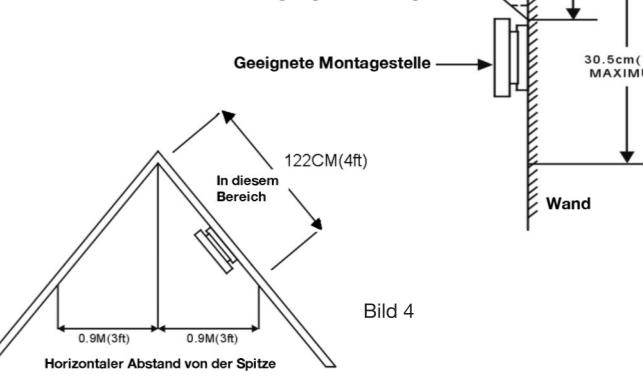

Bild 4
- Wenn das Dach oder die Zimmerdecke schief ist, dann muss der Rauchwarnmelder in einem Abstand von 10 cm zum Dachfirst montiert werden (siehe Bild 4).